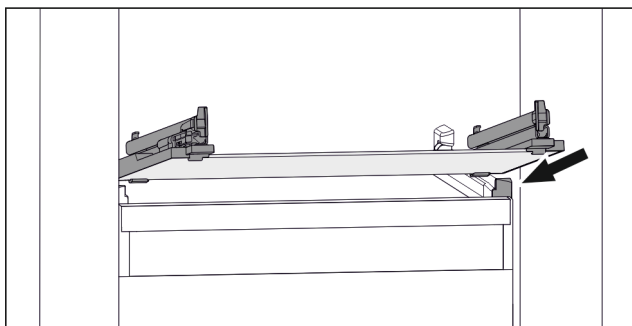

Fig. 28 Příklad znázornění skleněné desky
- ▶ Nasad'te skleněnou desku šikmo za zářezky. (viz Fig. 28)